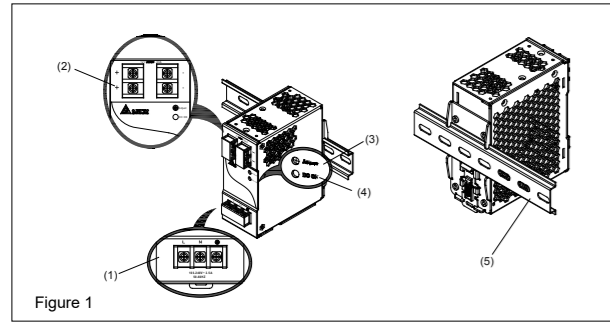
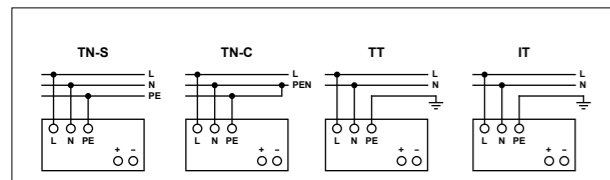

Figure 1
Figure 5
2. Gerätebeschreibung (Abb. 1)
5.1. Anschluss der Eingangsklemmen (Abb. 1, Abb. 5)
5.2. Anschluss der Ausgangsklemmen (Abb. 1 (2))
Verwenden Sie die Schraubklemmen „+“ und „-“, um den 12Vdc-Anschluss herzustellen. Am Ausgang stehen 12Vdc zur Verfügung. Die Ausgangsspannung kann am Potentiometer zwischen 11 und 14Vdc eingestellt werden. Die grüne LED „DC OK“ zeigt die korrekte Funktion des Ausgangs an (Abb. 1 (4)). Das Gerät verfügt über einen Kurzschluss-, Überlast- und Überspannungsschutz, der auf 17.6Vdc begrenzt ist.